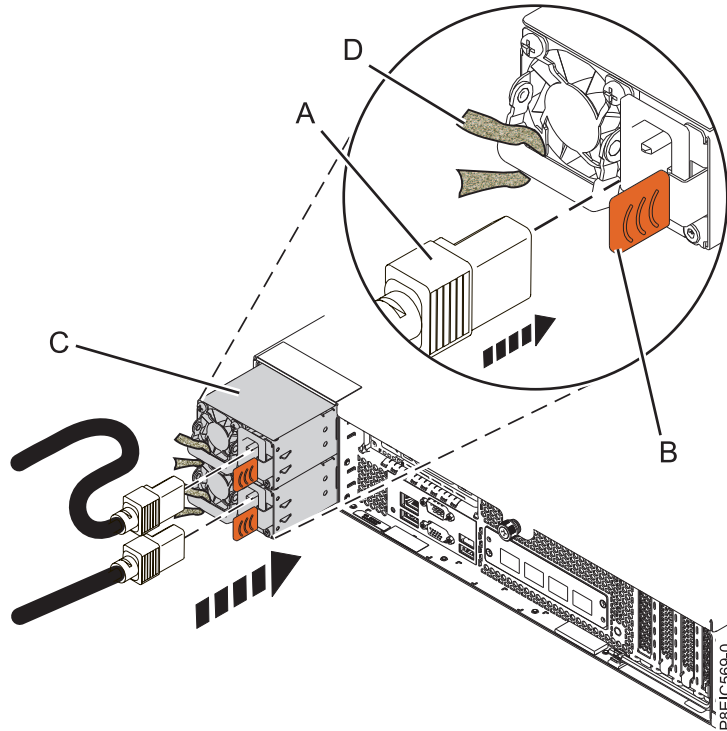

Figure 55. Remise en place d'un bloc d'alimentation dans le système
1. Alignez le bloc d'alimentation (C) avec la baie et faites-le glisser dans le système jusqu'à ce que le loquet (B) s'enclenche. Voir figure 55, à la page 87.
- a. Raccordez le cordon d'alimentation au bloc d'alimentation, comme illustré dans la figure 55.